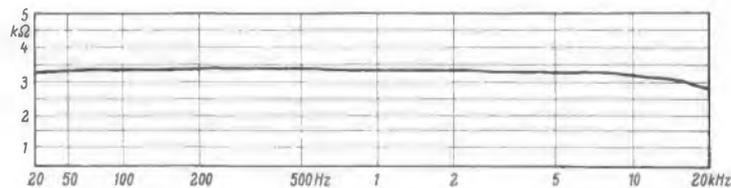
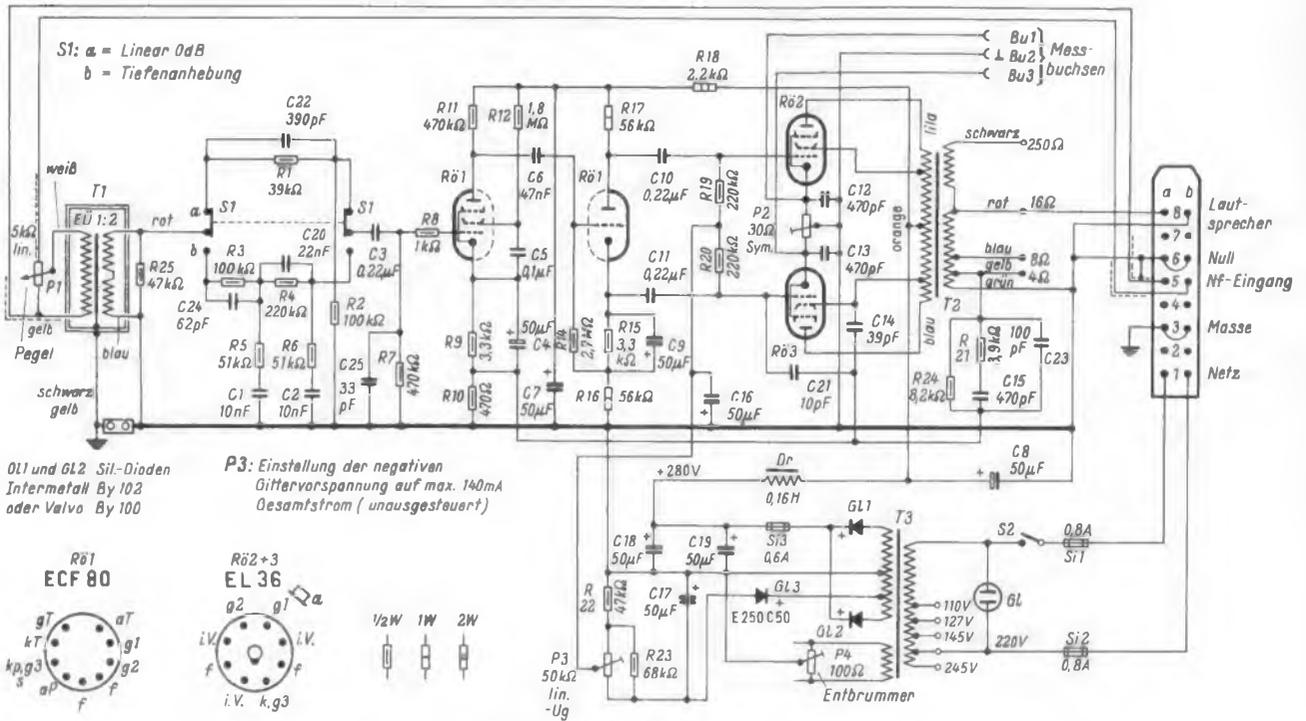

Bild 5. Verlauf des Eingangswiderstandes
Bild 8. Gesamtschaltung des Enderverstärkers V 30
Bild 8. Impulsfolge, die einen Tiefpaß durchläuft. Die Konstruktion des Spannungsverlaufes erfolgt wie bei Bild 4. Im Zeitpunkt $t/T = 1,6$ ist die Spannung am Kondensator (Bild 2) noch nicht auf Null abgeklungen. Die treibende Spannung für den zweiten Ladevorgang ist: $u_i - u_c$. So berechnet sich die Amplitude für den Abszissenwert $t/T = 2$:
$1 - e^{-n}$ (für $n = 0,4$) = $0,330$. Dieser Wert ist mit der treibenden Spannung $u_i - u_c = 1 - 0,35 = 0,65$ zu multiplizieren und u_c hinzuzuzählen $0,330 \times 0,65 + 0,35 = 0,545$. Da bei dem Tiefpaß nach Bild 2 der Gleichstromwert mit übertragen wird, müssen die zeitlichen Mittelwerte der Impulskurve vor und hinter dem Tiefpaß im eingeschwungenen Zustand einander gleich sein. Wie Bild 8 zeigt, ist diese Bedingung erfüllt. Schon nach dem dritten Impuls sind die beiden schraffierten Flächen - oberhalb und unterhalb des Gleichstrommittelwertes einander fast gleich
$e^{-n} = 0,905$, multipliziert mit $0,82$ gibt $0,74$. Man erkennt den Unterschied zu Bild 8. Bei Bild 10 wird der Gleichstromwert nicht mit übertragen. Vor dem Hochpaß schwankt die Impulskurve um den Gleichstrommittelwert $0,5$. Nach Durchlaufen des Hochpasses pendelt die Spannung um die Nullachse. Ungefähr nach dem sechsten Impuls ist der eingeschwungene Zustand erreicht. Die beiden schraffierten Flächen oberhalb und unterhalb der x-Achse sind annähernd einander gleich
Nach Bild 5 gilt:
Den Stromlaufplan des Endverstärkers V 30 zeigt Bild 8. Entsprechend den Forderungen der kommerziellen Technik weist er einen symmetrischen Eingang auf. Um einen möglichst linearen Verlauf des Eingangsscheinwiderstandes zu erhalten (siehe Bild 5), ist die Sekundärseite des Eingangsübertragers mit dem Widerstand R 25 belastet. Zwischen dem Eingangsübertrager und der Eingangsrohre sind die Schaltglieder für die Tiefenanhebung angeordnet. Um bei eingeschalteter Tiefenanhebung (Schalter S 1 steht auf b) und gleichzeitig maximalem Eingangspegel eine Übersteuerung des Verstärkers mit Sicherheit zu vermeiden, ist diese Schaltung so ausgelegt worden, daß der Pegel für die Frequenzen oberhalb 800 Hz um den Anhebungsfaktor der Frequenz 20 Hz abgesenkt wird (siehe Bild 6, Kurve a₂).
Als Beispiel sei im folgenden die Schaltung einer großen Gitterbasis-Linear-Endstufe aus den USA (Heathkit HA 10) beschrieben (Bild 5). Die maximale Gleichstromeingangsleistung beträgt bei Telegrafie (CW) und Einseitenbandbetrieb (SSB) 1 000 W und bei AM-Telefonie 400 W. Als erforderliche Steuerleistung werden 50 bis 75 W je nach Frequenz angegeben. Diese